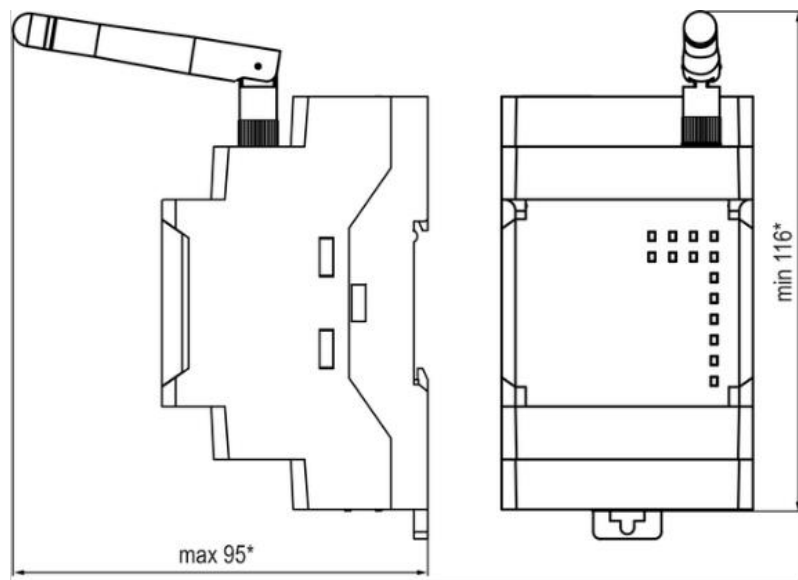

Рис. 7. Габариты прибора с установленной антенной из комплекта поставки
6.20.12 После монтажа шлюза следует подключить антенну в соответствующий разъем. Габариты прибора с установленной антенной из комплекта поставки (Рис. 7).